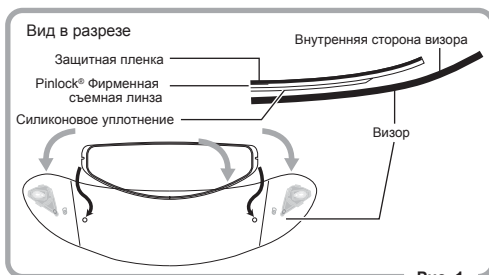

Рис. 1
1. Установите фирменную съёмную линзу Pinlock® стороной с силиконовым уплотнением на внутреннюю поверхность визора, не удаляя защитную пленку на линзе. Одновременно зафиксируйте фирменную съёмную линзу Pinlock® с внутренней стороны визора, закрепляя ее в эксцентрики до щелчка. (Рис. 1 и 2)